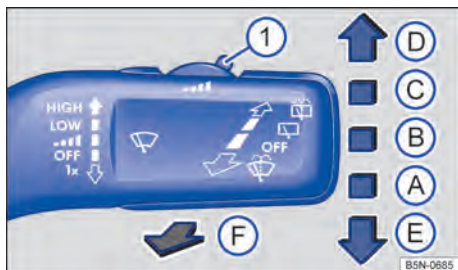

Fig. 88 Ao lado do volante: alavanca dos limpadores dos vidros para comandar os limpadores do para-brisa.
Limpeza com intervalos para o para-brisa . Com o interruptor ⇒ Fig. 88  , regular os intervalos (veículos sem sensor de chuva e de luz) ou a sensibilidade do sensor de chuva e de luz.
- Pressionar a alavanca dos limpadores do para-brisa brevemente para baixo ⇒ Fig. 88 , os limpadores do para-brisa movimentam-se para a posição de serviço.